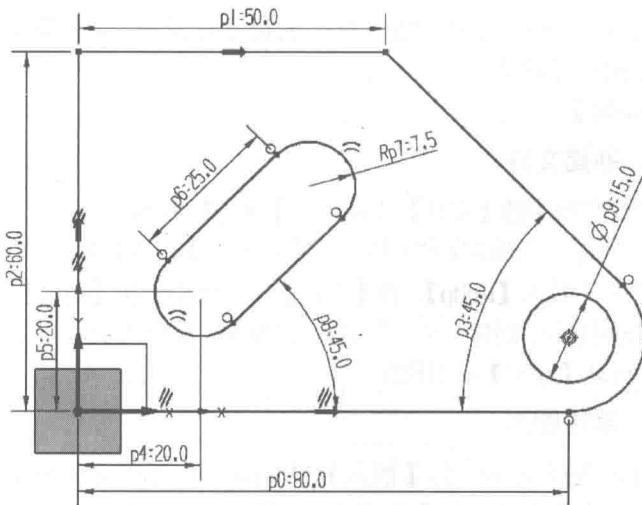

图 1-1-16 添加尺寸约束后的草图
(9) 添加尺寸约束。在【草图工具】工具条中选择 (自动判断的尺寸) 按钮, 按照图 1-1-16 所示的尺寸进行标注, $p4=20$, $p5=20$, $p6=25$, $Rp7=7.5$, $p8=45$, $\phi p9=15$, 此时草图曲线全部转换成绿色, 表示已经完全约束。